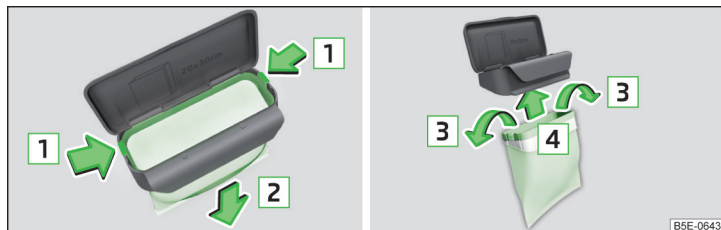

Fig. 88 Sustituir bolsa
- Presionar ambos ganchos de retención en el marco en el sentido de la flecha **1** » fig. 88.